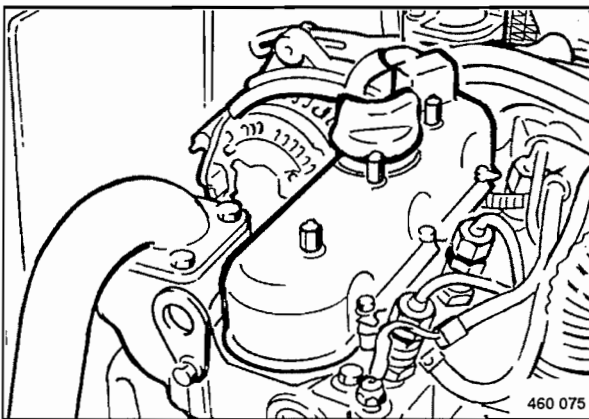

Fig. 114
- Desmontar la cubierta de la culata (Fig. 114).